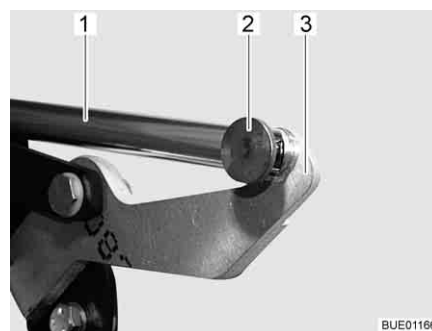

Fig. 117 Entraînement
- Retirer la jonction (par ex. broche et goupille ressort) (Fig. 117,2) entre la tige de poussée (Fig. 117,1) et le levier (Fig. 117,3).